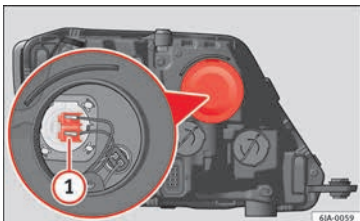

Abb. 90 Glühlampe für Fernlicht auswechseln
- Ziehen Sie den Stecker » Abb. 90 ① nach außen ab.